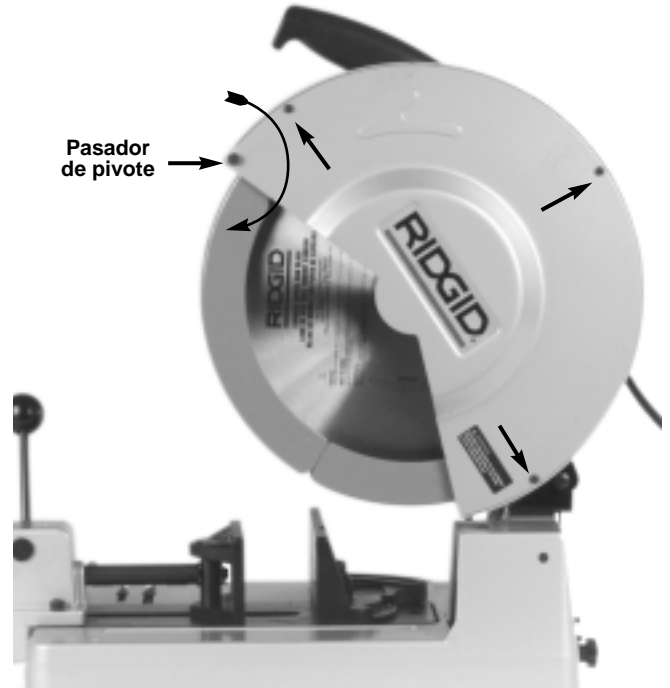

Figura 7 – Extracción de la cubierta de seguridad
2. Afloje los tres (3) tornillos en la cubierta protectora, luego gírela hacia la derecha alrededor del pasador de pivote para dejar expuesto el árbol del eje (Figura 7).